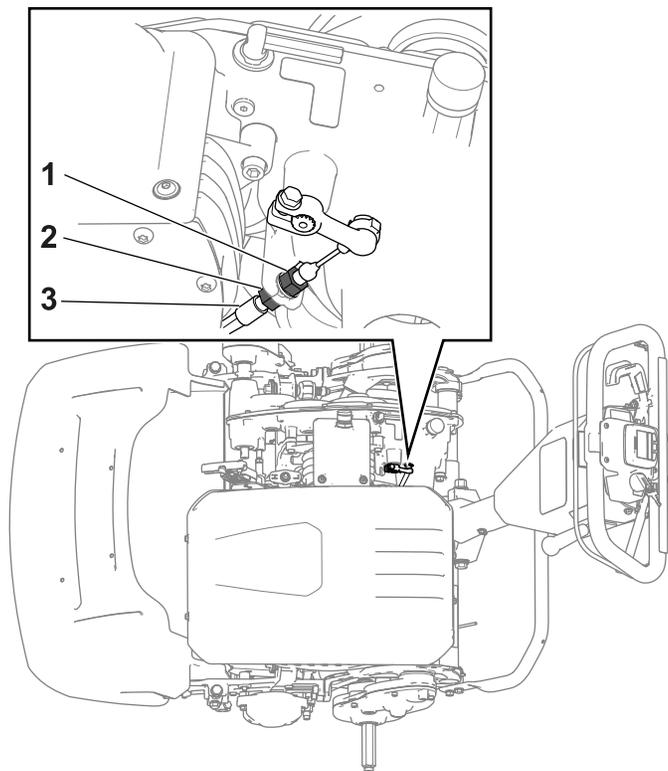

Figura 30
- Para aumentar la tensión del cable, afloje la contratuerca delantera del cable y apriete la contratuerca trasera (Figura 30). Repita el paso 2 y ajuste la tensión si es necesario.
delantera del cable (Figura 30). Repita el paso 2 y ajuste la tensión si es necesario.